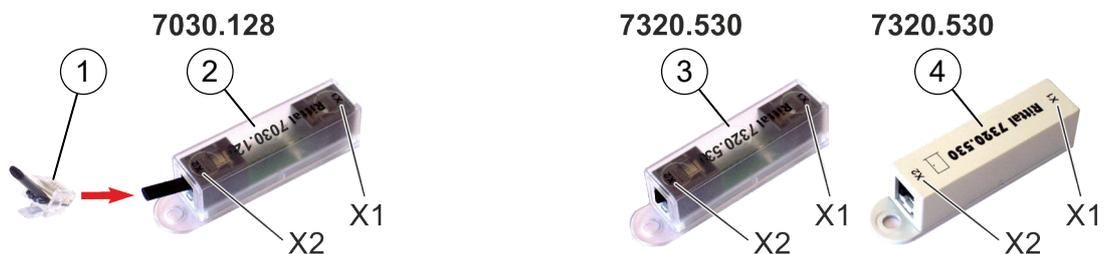

Abb. 48: Abschlusswiderstand und Türkontaktschalter
2. ➤ RJ12-Stecker "Abschlusswiderstand" (Abb. 47/3 bzw. Abb. 48/1) anschließen.
- i** Beachten, dass bei eventuell vorhandenen älteren, grauen Türkontaktschaltern (Typ 7320.530, Abb. 48/4) ein anderer Abschlusswiderstand als bei den transparenten Türkontaktschaltern erforderlich ist:
Typ 7030.128, transparent (Abb. 48/2)	1 kΩ
Typ 7320.530, transparent (Abb. 48/3)	1 kΩ
Typ 7320.530, grau (Abb. 48/4)	22 kΩ